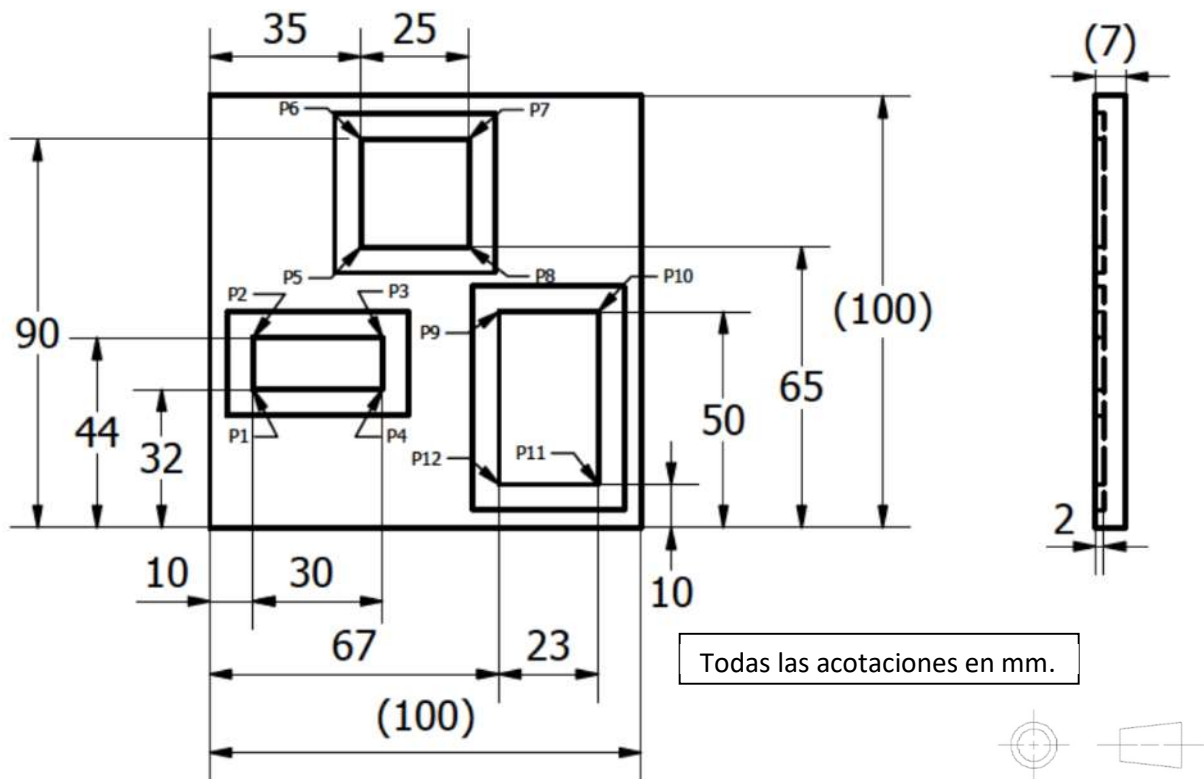

Figura 2
- 2) Escribe el programa G y M para el dibujo de la figura 2 y simula la manufactura de las ranuras (bajo relieve).